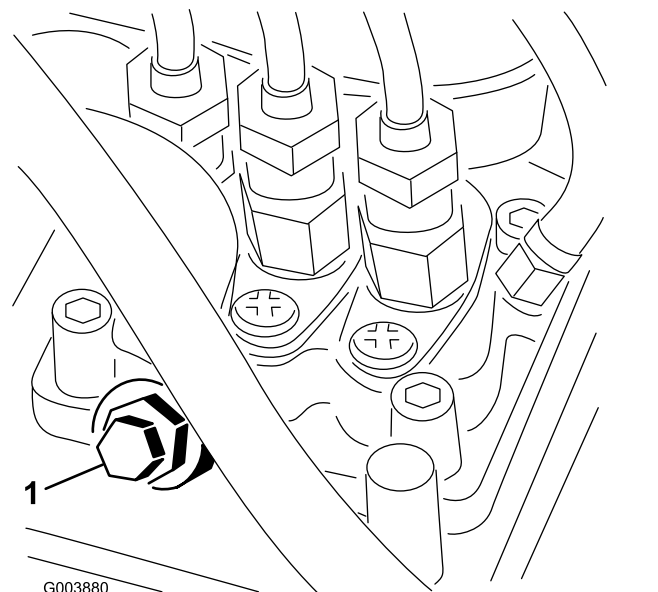

Рисунок 36
4. Выверните винт стравливания воздуха из насоса для впрыска топлива (Рисунок 36).